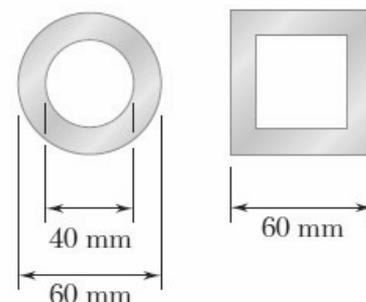

Figura 1.2
1.1.4 Considere 4 colunas longas com a mesma área de secção. A primeira e a segunda estão representadas na Figura 1.2, as outras duas são secções maciças, uma circular e a outra quadrangular. Determine cada uma das cargas críticas e a relação entre elas. $L = 4\text{m}$, $E = 210\text{GPa}$ e $\sigma_c = 250\text{MPa}$.